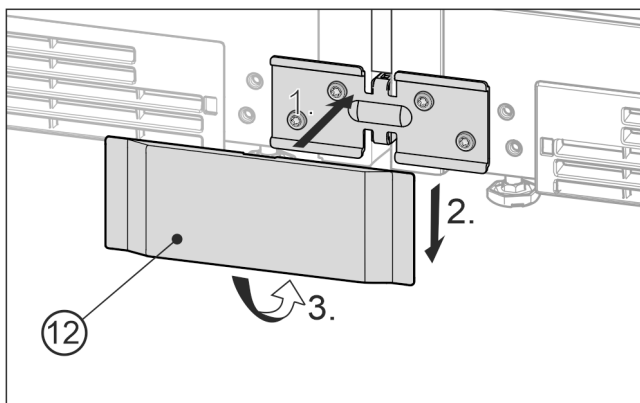

Fig. 22 Beispielhafte Darstellung
- Die untere Abdeckung Fig. 22 (12) von vorne auf den Winkel aufsetzen Fig. 22 (1), runterschieben Fig. 22 (2) und unten einrasten Fig. 22 (3).